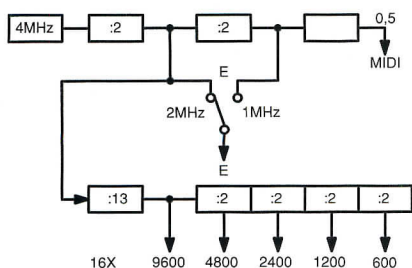

Figure 6 : plan de fréquence du générateur d'horloge en partant de 4 MHz.
■ *Figure 6 : une graduation toute faite à reprendre*
La **figure 6** résume les différentes divisions de la fréquence de référence pour obtenir les valeurs nécessaires. La configuration MIDI constitue le cas le plus simple. Le 4 MHz est divisé par quatre pour donner 1 MHz, c'est la valeur de E pour les 6850 bas de gamme (ni A ni B) ; on pourra passer à 2 MHz, avec les versions A ou B. Le mégahertz